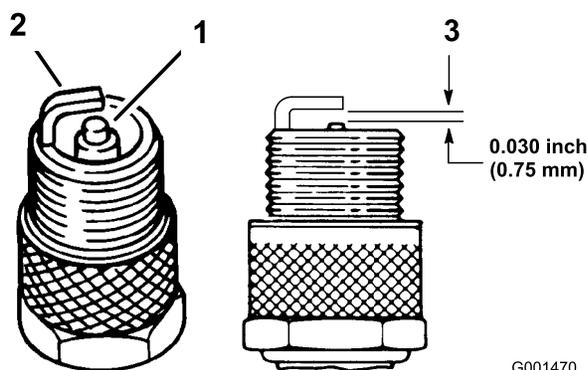

Figure 30
3. Vérifiez l'état des électrodes latérale et centrale, ainsi que l'isolateur central (Figure 30).
- Réglez l'écartement entre les électrodes centrale et latérale à 0,76 mm (Figure 30). La bougie installée doit avoir l'écartement correct et être serrée à 20 Nm.
- Vérifiez l'état des électrodes latérale et centrale, ainsi que l'isolateur central (Figure 30).
- Réglez l'écartement entre les électrodes centrale et latérale à 0,762 mm (Figure 30).